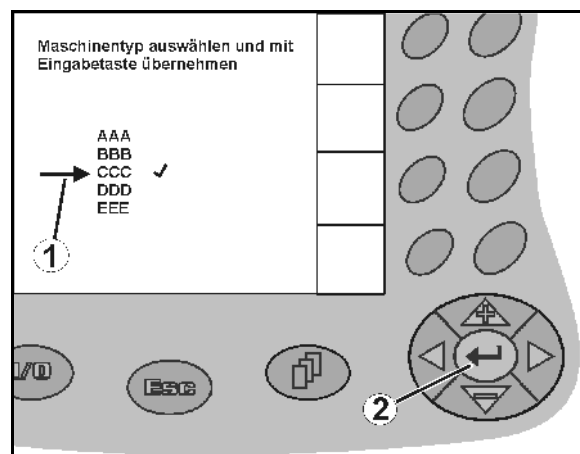

Рис. 14
- Позиционируйте указатель в виде стрелки (Рис. 14/1) с помощью  и .
-  Выбранное значение переносится (Рис. 14/2).